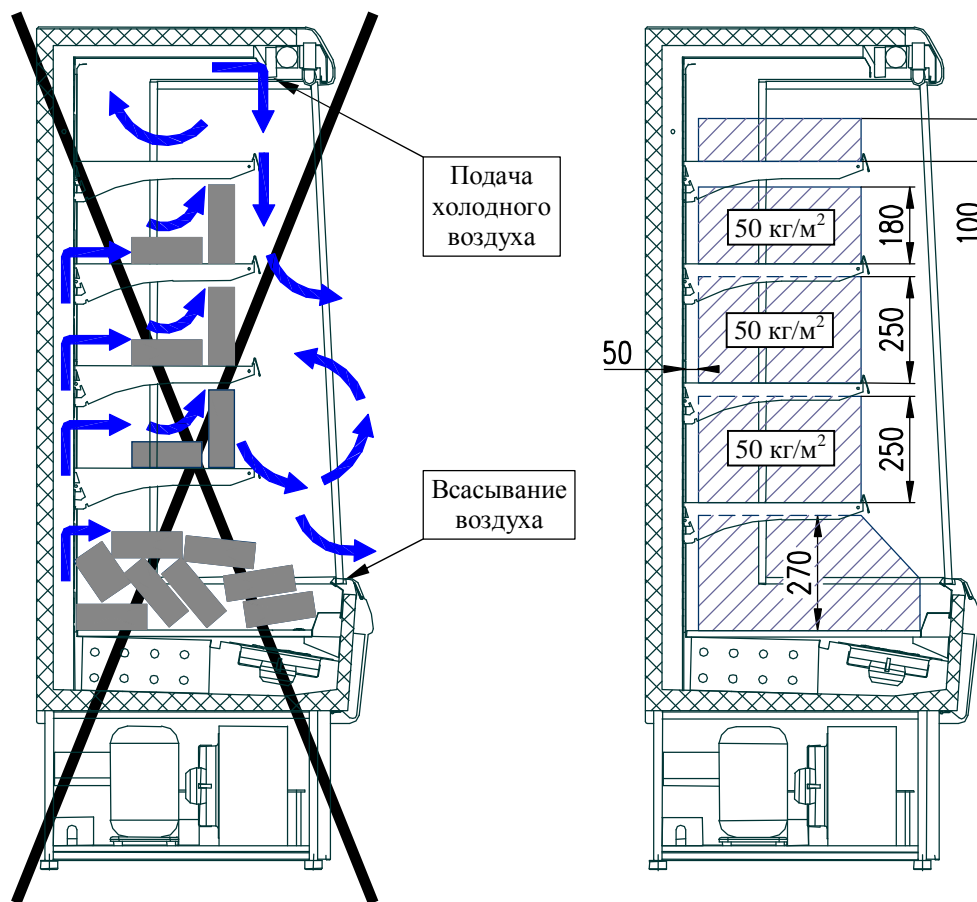

Рис. 3. Загрузка витрины продуктами
- ∅ Высота максимальной загрузки полок витрины продуктами показана на рис. 3.
- ∅ При укладке продуктов **необходимо обеспечивать их равномерное распределение по всей длине полок** (рис. 3), что обеспечивает луч-
- Ø Проверить правильность расположения продуктов в витрине, согласно разд. 3.7 и рис. 3.